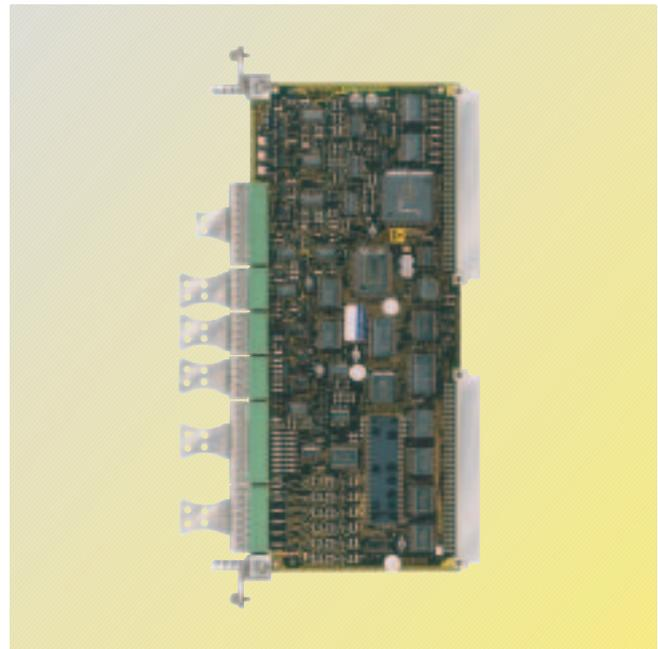

Fig. 6/75
- Morsetti con 8 ingressi binari, 5 uscite binarie, 5 ingressi analogici e 2 uscite analogiche (vedi fig. 6/76). Tutti i segnali esterni vengono collegati direttamente ai morsetti a vite da 50 a 92 sulla T100.
- 2 interfacce seriali veloci, che possono essere usate indipendentemente una dall'altra (vedi fig. 6/76).